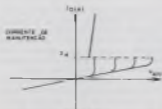

FIGURA 14
Para um SCR da série 105 esta corrente de manutenção (IH) tem seu valor típico entre 5 a 8mA o que significa que esta é a corrente mínima que o circuito de carga deve "puxar" para que o SCR funcione apropriadamente. (figura 14)